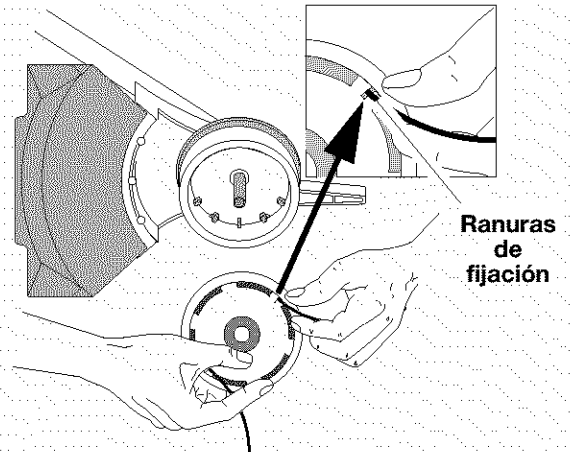

Fig. 33
4. Inserte un extremo de línea en cada ranura de fijación (Fig. 33).